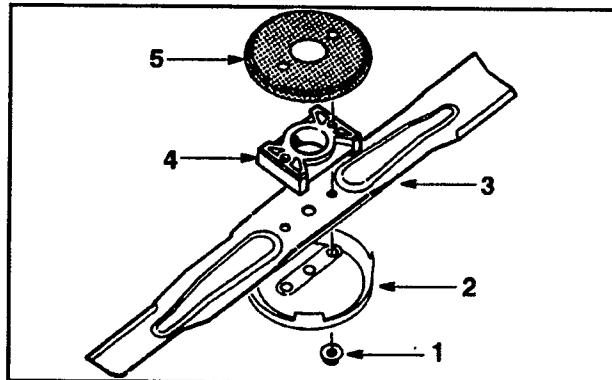

Figure 25
5. DÉPOSE DE LA LAME – Saisissez l'extrémité de la lame en vous servant d'un chiffon ou d'un gant bien rembourré. Retirez les écrous de lame, la coupelle anti-débris, la lame, l'entretoise de lame et le filtre rotatif (fig. 25).